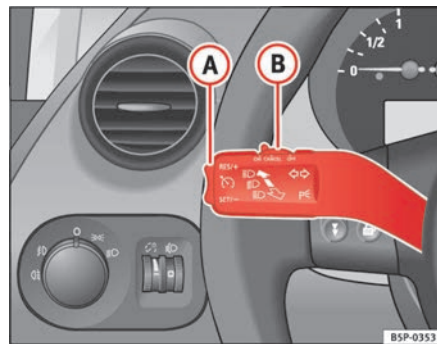

Abb. 146 Blinker- und Fernlichthebel: Schalter und Wippe für die Geschwindigkeitsregelanlage
- Drücken Sie den unteren Teil der Wippe **SET/-** $\Rightarrow$ Abb. 146 **(A)** einmal kurz, wenn die zu speichernde Geschwindigkeit erreicht worden ist.